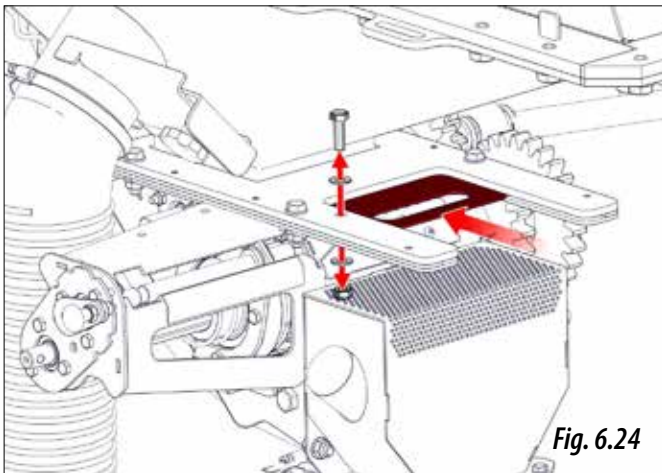

Fig. 6.24
- 1- Fermer la porte à guillotine (figure 6.24).